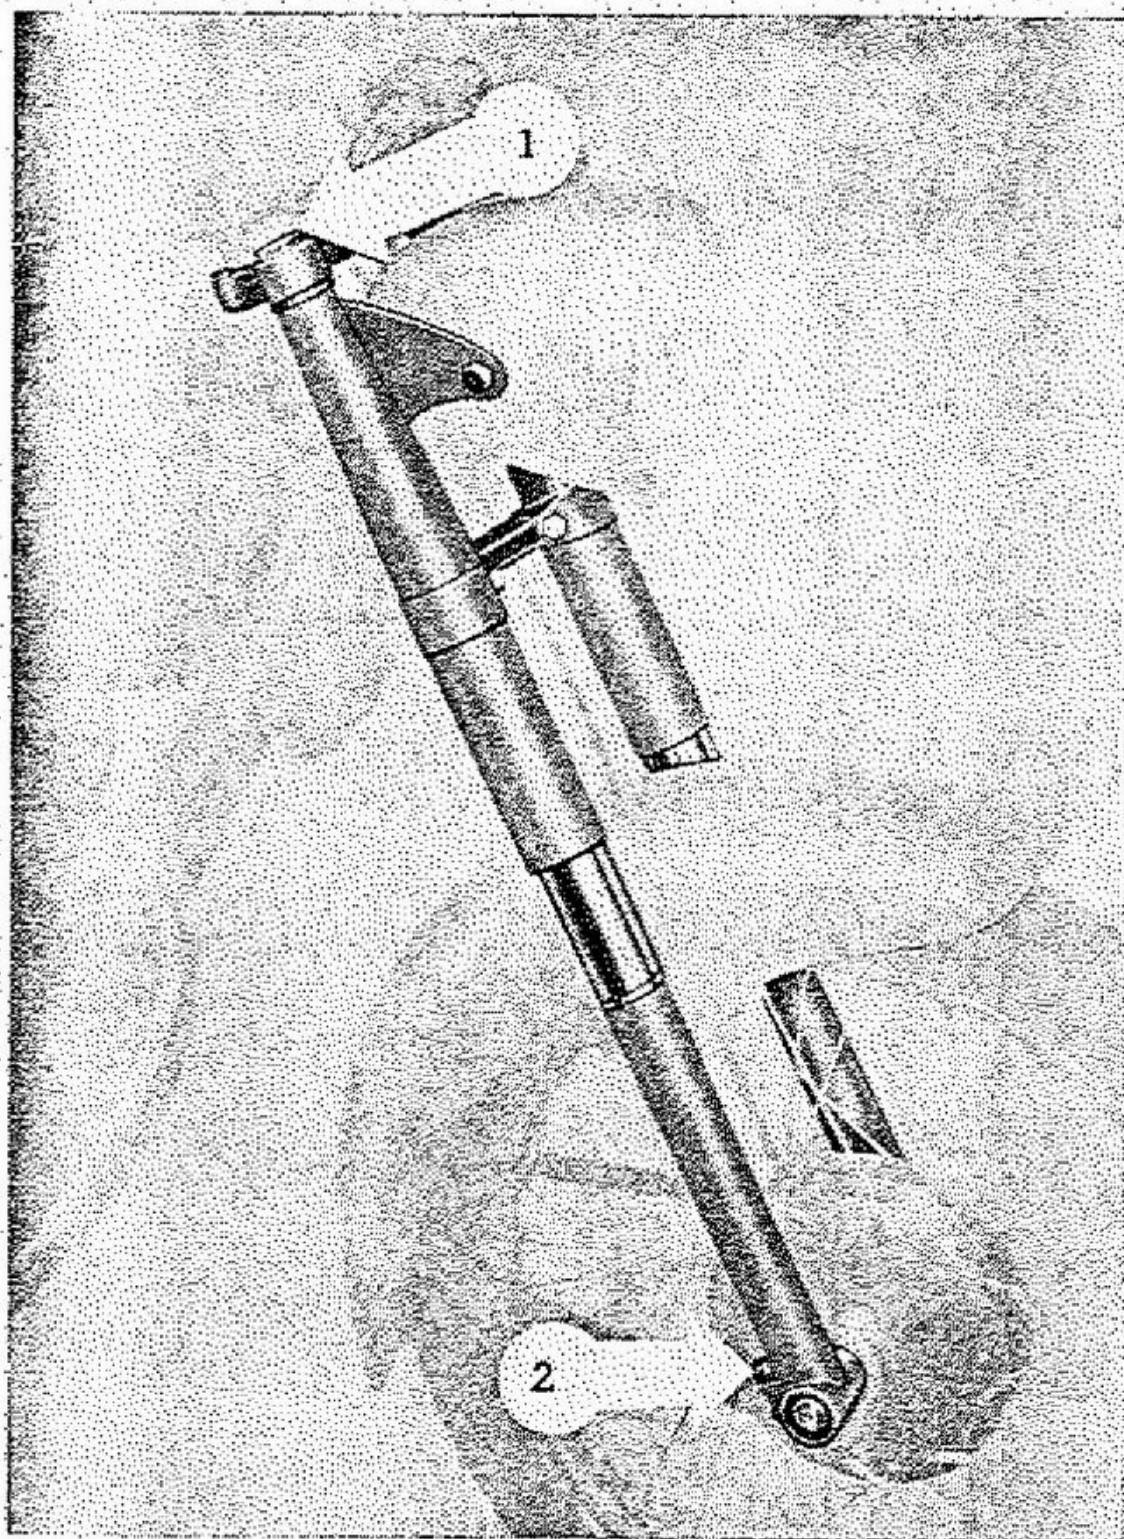

Fig. 18
4. Sospensione anteriore (vedi fig. 18).